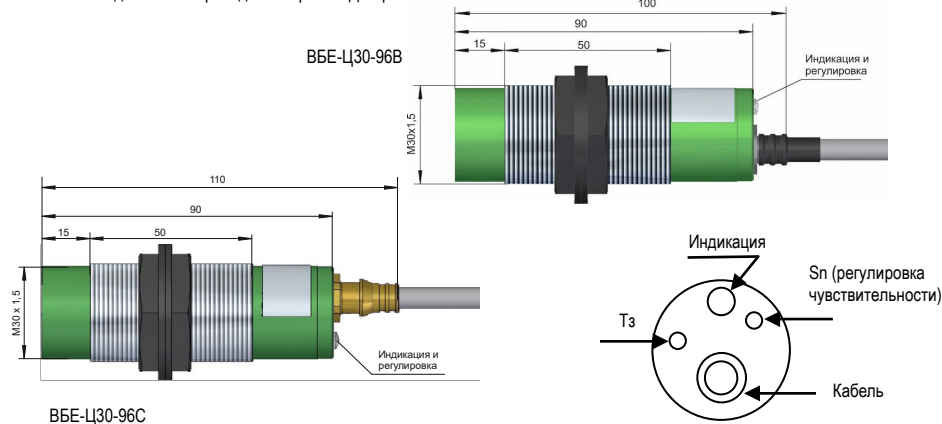

Рисунок 1
3.2 Выключатель имеет пластмассовый цилиндрический корпус с резьбой. На крышку корпуса выведен кабель подключения, средства индикации и органы регулировки. Для обеспечения механической прочности внутренняя полость корпуса залита компаундом. Внешний вид выключателя и расположение индикации и органов регулировки приведено на рис. 1.
3.5 Для компенсации влияния окружающих предметов выключатели имеют регулировку чувствительности (см. рис. 1), которая осуществляется многооборотным переменным резистором, доступным со стороны выхода кабеля подключения. Крайнее, при вращении против часовой стрелки, положение движка резистора соответствует минимальной чувствительности. Крайнее, при вращении движка по часовой стрелке, положение соответствует максимальной чувствительности.
3.6 Регулировка задержки переключения Tз осуществляется многооборотным переменным резистором, доступным со стороны выхода кабеля подключения (см. рис. 1). Крайнее, при вращении против часовой стрелки, положение соответствует минимальному времени задержки. Крайнее положение по часовой стрелке соответствует максимальному времени задержки переключения.